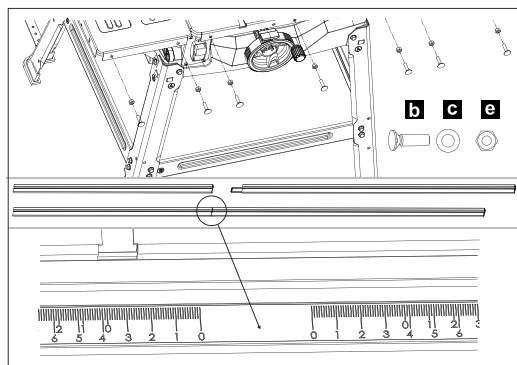

Рис. 7
9. Установите направляющие винты в отверстия на фронтальной поверхности рабочего стола и установите направляющую 23 (состоит из двух частей). Короткая часть должна быть слева. В месте соединения частей должны находиться начальные точки шкал. Не затягивайте крепеж (рис. 7).